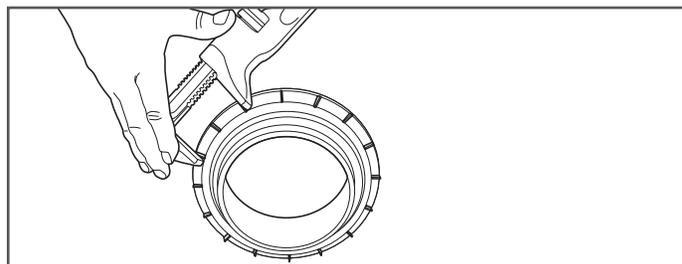

Figure 22-8
6. Sur l'intérieur du puisard, vissez l'écrou bloquant sur le corps du raccord d'admission. Utilisez une clé pour tuyau pour serrer l'écrou bloquant jusqu'à ce qu'il soit bien ajusté (Figure 22-8).